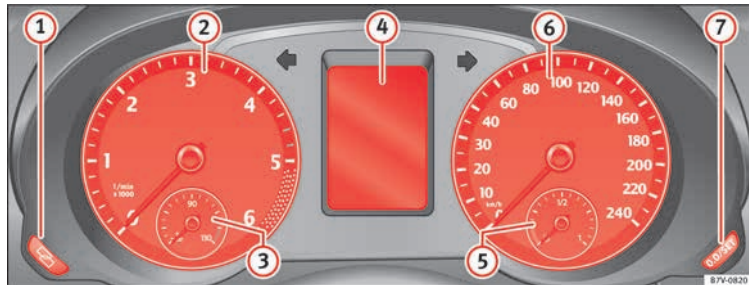

Abb. 119 Display des Kombi-Instrumentes in der Instrumententafel.
» Abb. 119:
① Stelltaste für die Uhr¹⁾
- Für weitere Einstellungen drücken Sie die Taste » Abb. 119 ⑦. Zum Schnelldurchlauf gedrückt halten.
② Drehzahlmesser (Umdrehungen Tausend pro Minute des laufenden Motors).
Der Drehzahlmesser bietet Ihnen gemeinsam mit der Schaltanzeige die Möglichkeit, den Motor Ihres Fahrzeugs in einem geeigneten Drehzahlbereich zu fahren. Der Beginn des roten Bereichs » Abb. 119 weist auf die maximale Motordrehzahl bei Betriebstemperatur hin. Vor Erreichen dieses Bereichs sollte in den nächsthöheren Gang geschaltet oder
Im Display des Kombiinstruments » **Abb. 119** (4) können je nach Fahrzeugausstattung verschiedene Informationen angezeigt werden: